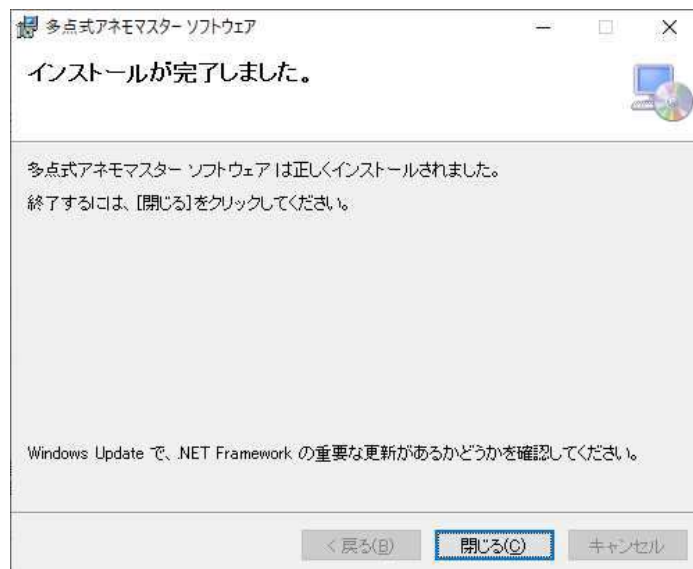

図 2-5 インストール完了画面
5) インストールが完了すると、図 2-5 が表示されます：